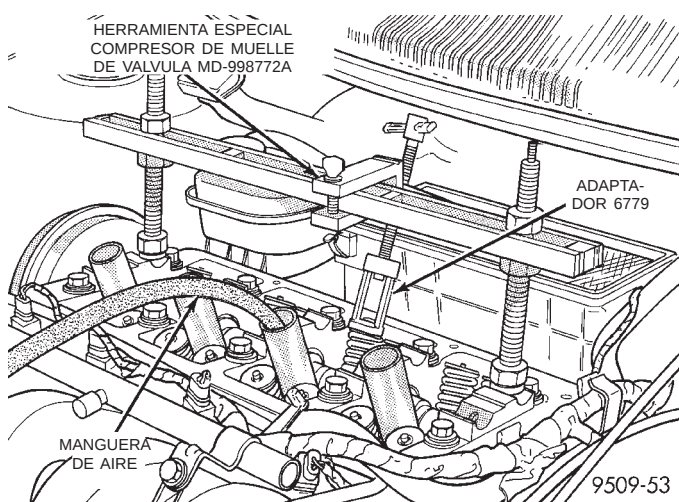

Fig. 37 Desmontaje e instalación del muelle de válvula
- (1) Retire los conjuntos de ejes de balancín. Consulte el procedimiento en esta sección.
- (2) Haga girar el cigüeñal hasta que el pistón llegue a la carrera de compresión del PMS.
- (3) Con la manguera de aire conectada al adaptador instalado en el orificio de bujías, aplique 620-827 kPa (90-120 psi) de presión de aire.
- (4) Con la herramienta especial MD-998772A con el adaptador 6779 (Fig. 37) oprima los muelles de válvula y retire los seguros de válvula.